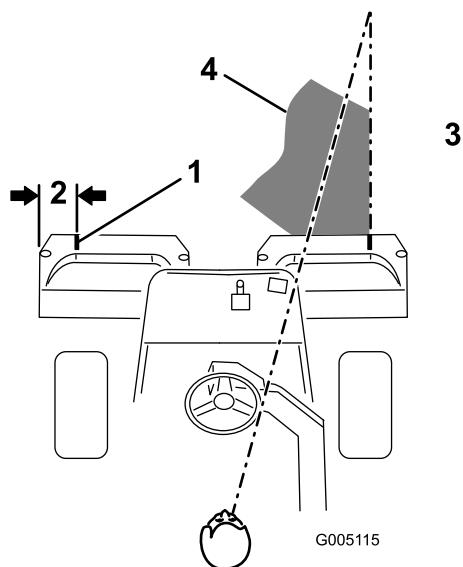
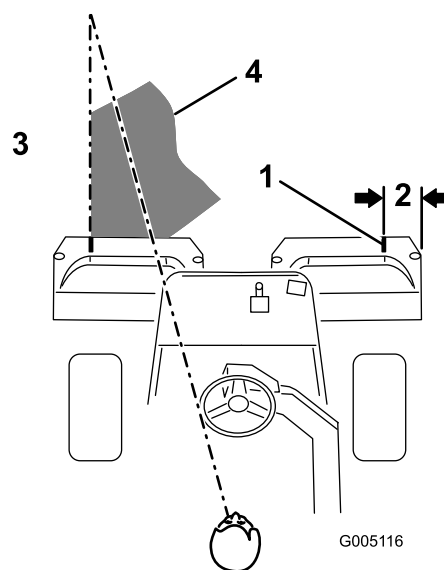

Рисунок 30
Рисунок 31
2. На каждую корзину наклейте отрезок белой ленты или нанесите краской линию, параллельную наружному краю каждой корзины (Рисунок 30).
3. Перекрытие предыдущего прохода во время обратного прохода должно быть минимальным. Чтобы облегчить поддержание прямолинейного движения по полю и удерживать машину на одном и том же расстоянии от края предыдущей скошенной полосы, сфокусируйте взгляд на краю нескошенной части поля на расстоянии примерно 1,8-3 м перед машиной (Рисунок 30 и Рисунок 31). Некоторым операторам удобно использовать как часть линии визирования наружный край рулевого колеса, т.е. край рулевого колеса совмещается с точкой, которая всегда находится на одном и том же расстоянии от переднего края машины (Рисунок 30 и Рисунок 31).